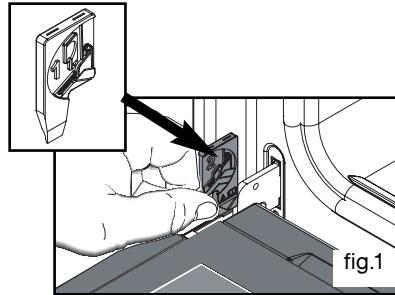

fig.1
- Tür vollständig öffnen und mit den beiden roten Distanzstücken arretieren (Abb. 1). Sie liegen in der mit dem Gerät gelieferten Plastiktüte.